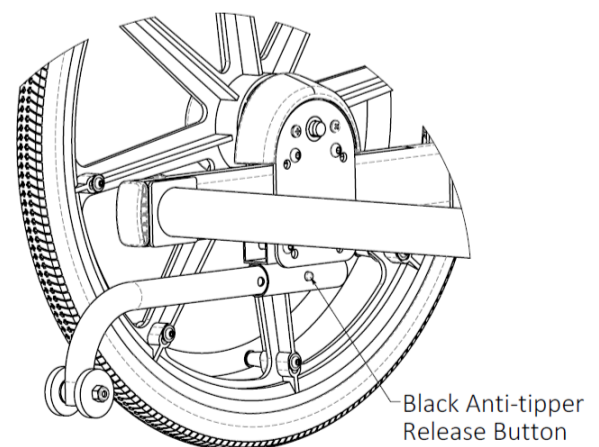

Fig. 15.34 Installazione dell'anti-ribaltamento posteriore
1. Premere e mantenere premuto il tasto di sgancio sulle ruotine anti-ribaltamento. (Fig. 15.34)